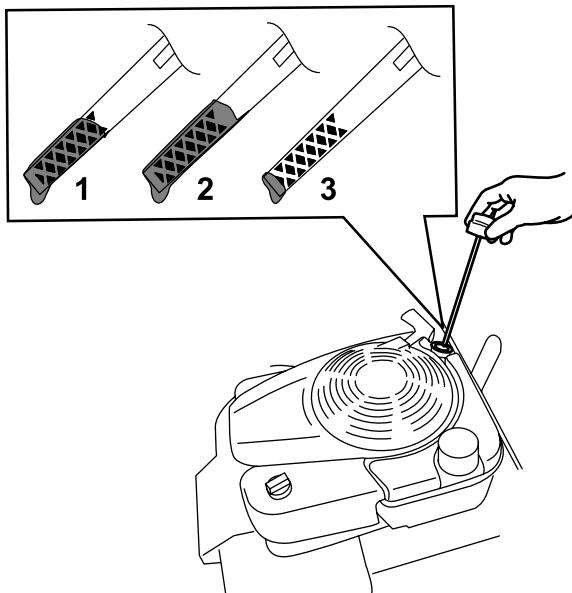

Bild 32
3. Entfernen Sie den Peilstab, indem Sie den Deckel nach links drehen und herausziehen (**Bild 32**).
10. Lesen Sie den Ölstand am Peilstab ab. (**Bild 32**)